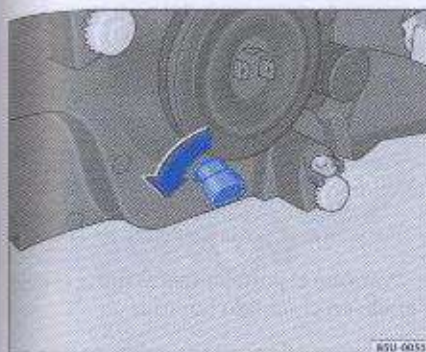

Fig. 138 Lámpara de la linterna delantera
- Remueva el portalámparas ⇒ fig. 138, en el sentido antihorario -flecha-.